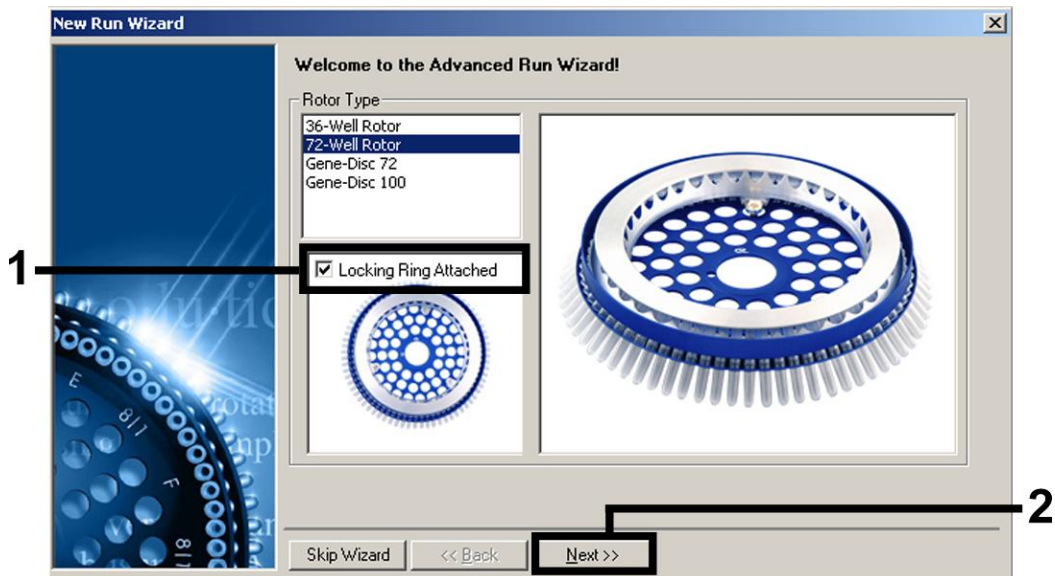

Abbildung 1. Das Dialogfenster "New Run Wizard".
5. Öffnen Sie das Dialogfenster "New Run Wizard" (siehe Abb. 1). Aktivieren Sie das Kontrollkästchen "Locking Ring Attached" („Sicherungsring festgemacht“) und klicken Sie dann auf "Next" („Weiter“).